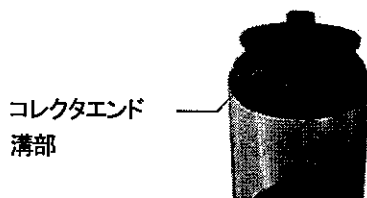

図7-16
(2) コレクタエンドキャップを外すとコレクタサイレンサが見えますので 手で外し、エアガン等でエアを吹付け 清掃してください。洗浄する場合は、薄めた中性洗剤で洗い、しっかり乾燥させてから使用してください。
(3) コレクタエンド溝部も エアガン等でエアを吹付け 清掃してください。(図7-16)